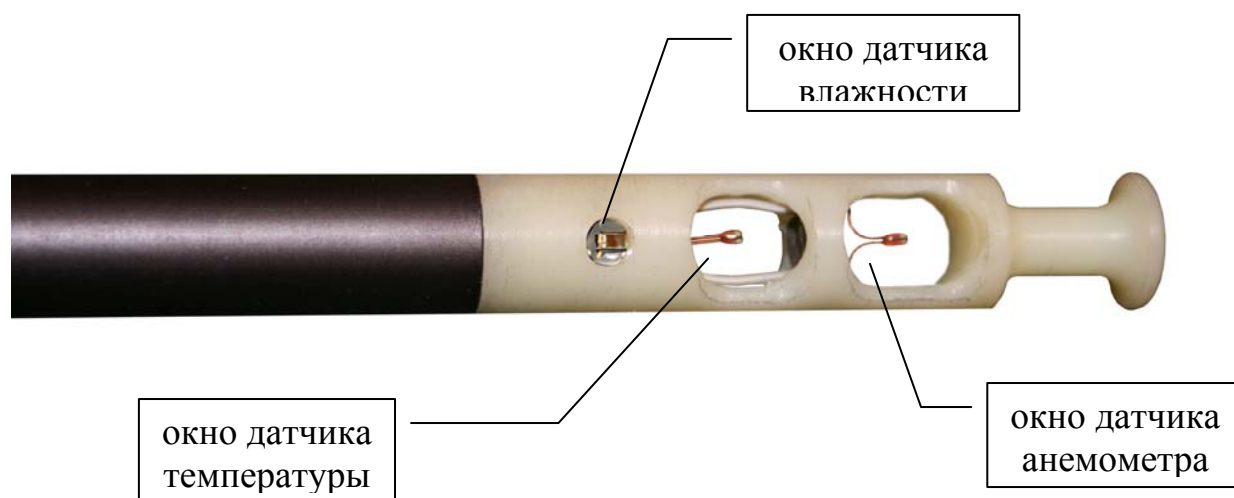

Рис.2. Головка сенсометрического щупа.
(1) Сенсометрический щуп, в котором размещены термисторы термоанемометра и датчик влажности с согласующими элементами (см. рис.2).
(2) Индикаторный блок, в котором размещены датчик давления, схема аналогово-цифрового преобразователя, центральный процессор, блок стабилизаторов и преобразователей напряжения питания, кнопочный блок управления процессором и жидкокристаллический алфавитно-цифровой дисплей матричного типа.
(3) Сетевое зарядное устройство для подзарядки аккумуляторной батареи питания прибора.